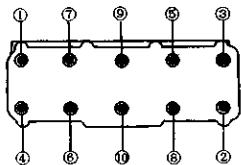

图 2-27 气缸盖螺栓
8) 按照图 2-27 所示, 从①到⑩的顺序松开气缸盖螺栓。